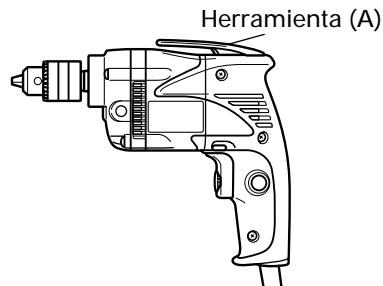

Fig. 8
### Para el gancho (A) (fijación superior) (Fig.8)